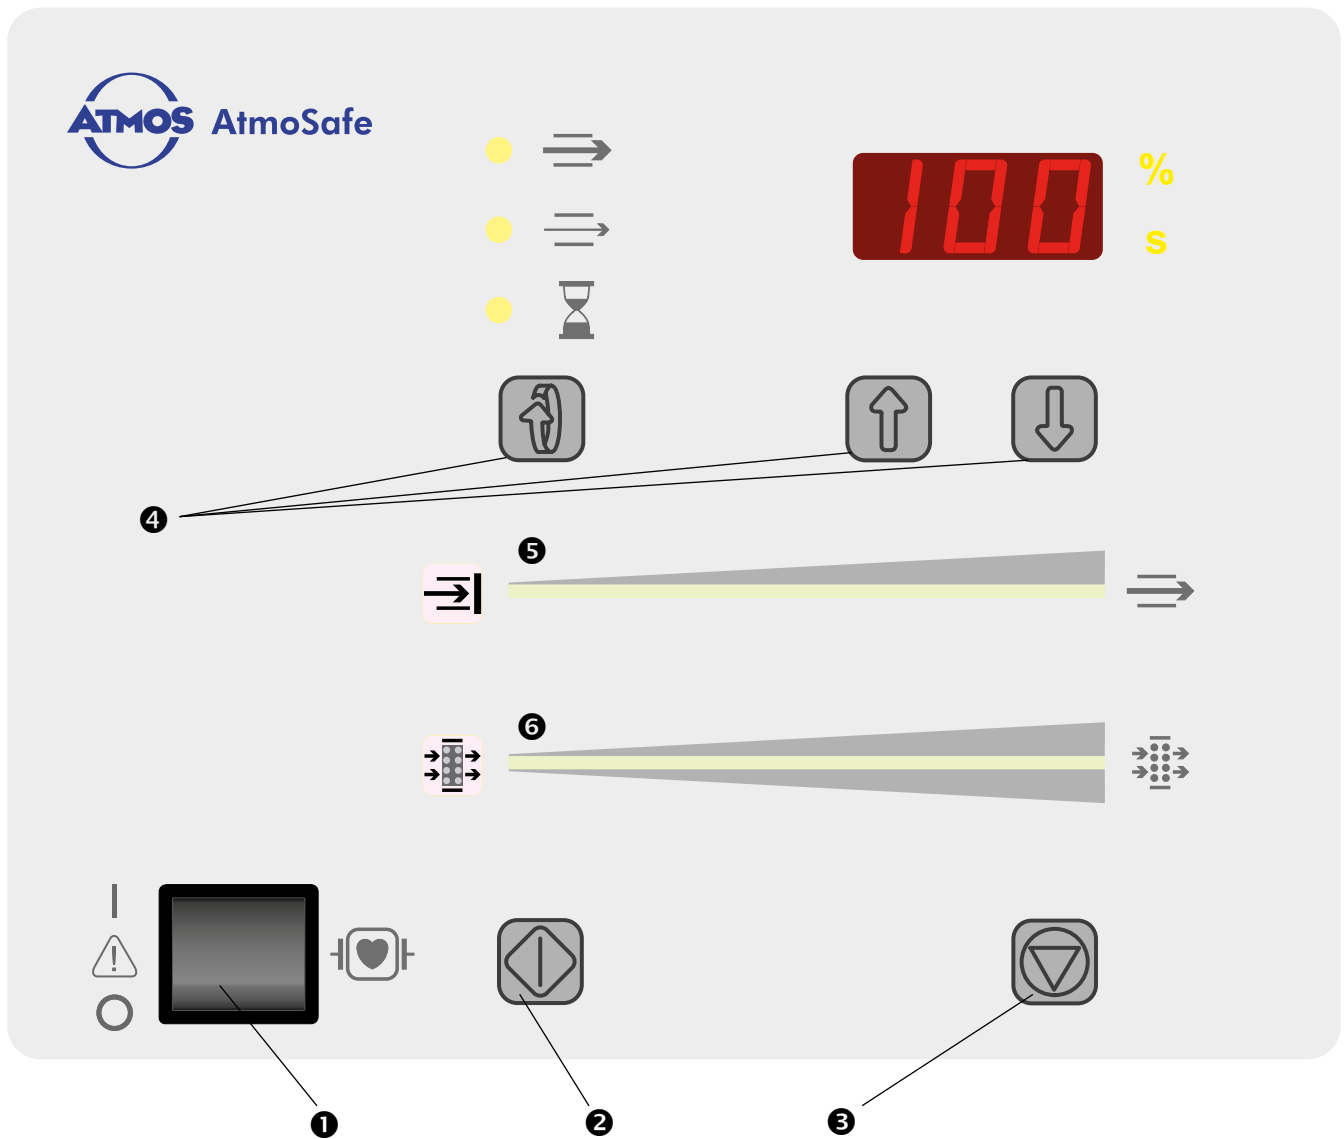

Bild 2. Anzeige- und Bedienungselemente
- Schalten Sie bitte den AtmoSafe an seinem Netzschalter ein (❶, Bild 2, S. 16).
Die Service-Ebene erlaubt dem Anwender, gewisse werksseitige Einstellungen zu ändern. Sie gelangen in diese Einstell-Ebene, indem sie die SCROLL-Taste (🔍, Bild 2, S. 16) drücken und dann das Gerät am Netzschalter (🔌, Bild 2, S. 16) einschalten. Es erscheint in der Anzeige: